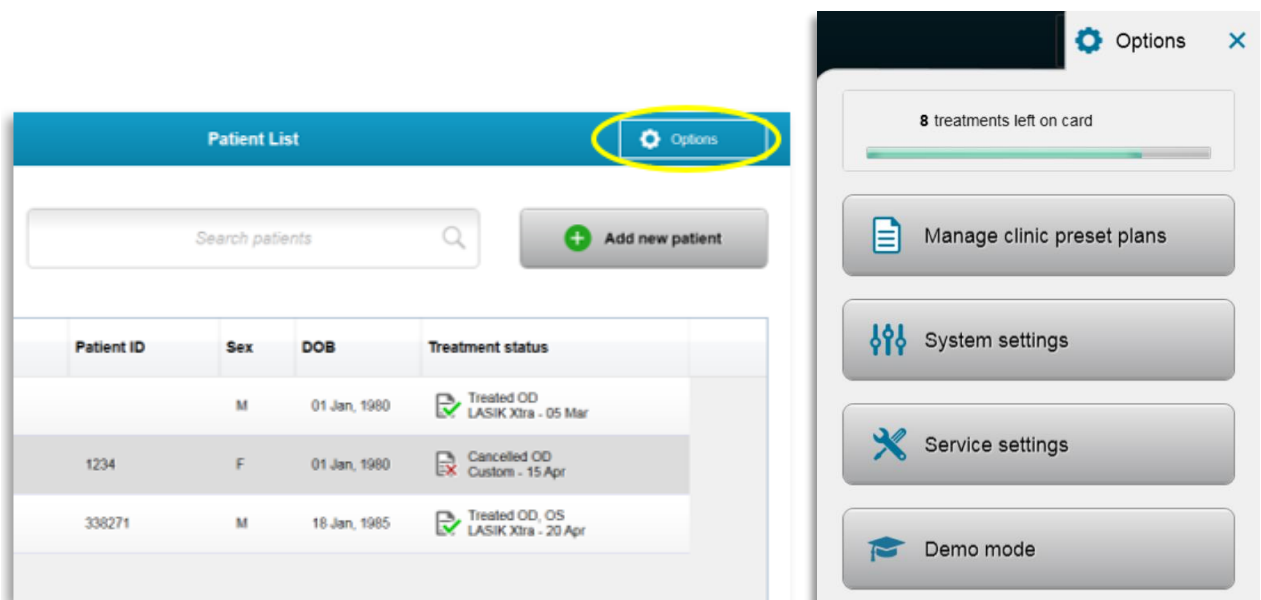

Abbildung 3-50. Auf die Taste „Optionen“ drücken
- Drücken Sie auf dem Startbildschirm „Patientenliste“ (Patient List) die Taste „Optionen“ (Optionen), um die 4 Optionsmenüs anzuzeigen (siehe Abbildung 3-50).